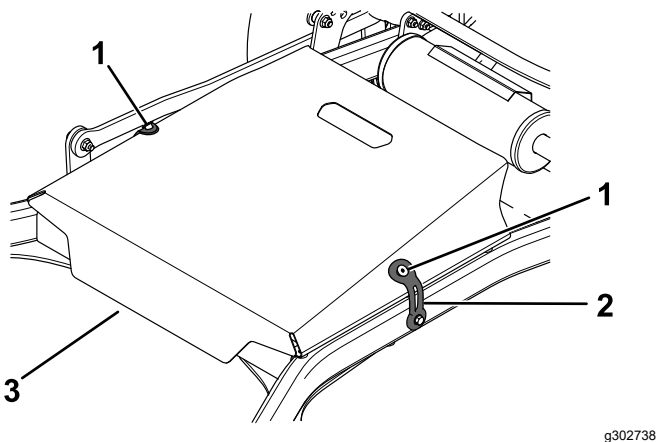

Figura 25
3. Desenganche los 2 cierres de goma de los tornillos y retire la cubierta de la carcasa (Figura 25).